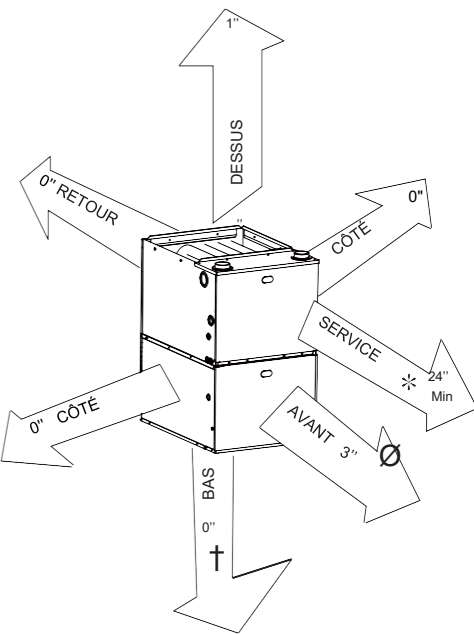

Fig. 2 - Dégagements aux combustibles
- Voir Fig. 2 pour les dégagements requis par rapport à la construction combustible.